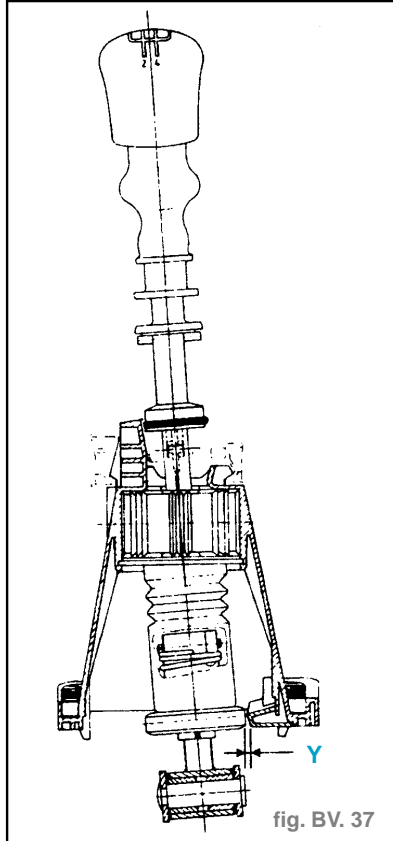

fig. BV. 37
- Contrôler le jeu résultant «Y» qui doit être compris entre **2 et 5 mm**. (fig. BV. 37)